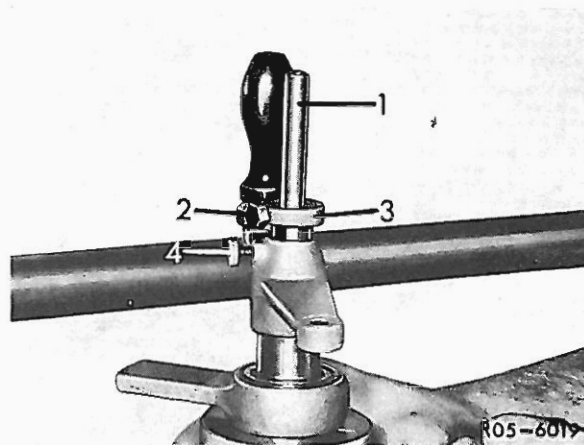

Bild 5
6 Pilotauflage (1) auf den Piloten nach unten drücken und mit Hilfe der Schraube (2) festklemmen, wobei die Rändelscheibe (3) nach unten geschraubt und die Feststellschraube (4) festgezogen sein muß (Bild 5).